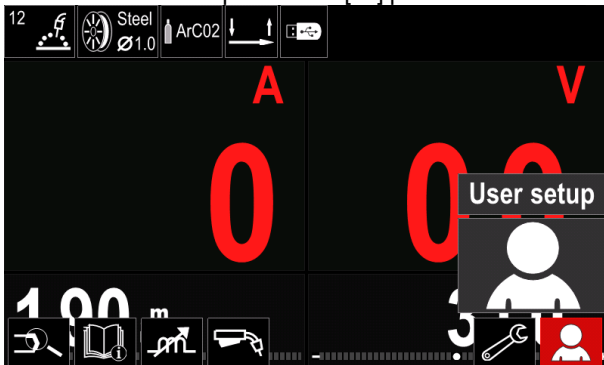

Figura 16
- Accedere alle Impostazioni utente (vedere la Figura 16).